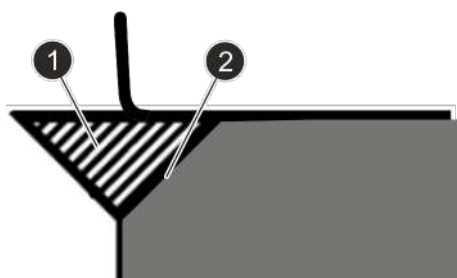

Fig. 33: Madera triangular
1. ➤ Si la madera triangular no está montada en un cubo individual, atornille la madera triangular (Fig. 33/1) a un cubo individual (Fig. 33/2).